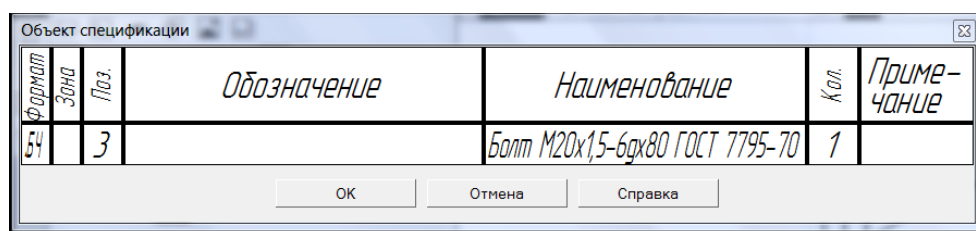

Рисунок 20. – Окно Объект спецификации
12. Появится окно **Объект спецификации** (рисунок 20), в котором указывают формат, номер позиции, наименование и количество болтов. Нажмите **ОК**.